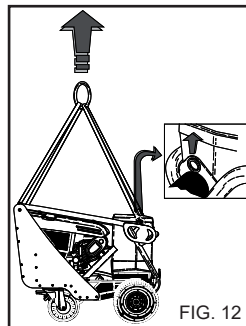

FIG. 12
**SOLLEVAMENTO CON GRU (Fig. 12)**